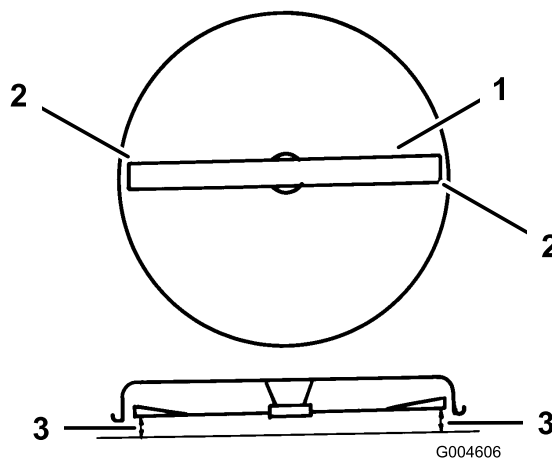

Figura 41
9. Gire cuidadosamente la cuchilla colocándola perpendicularmente al sentido de avance de la máquina (Figura 41).
10. Mida entre los bordes de corte exteriores y la superficie plana (Figura 41). Si hay una diferencia de más de 5 mm entre ambas dimensiones, ajústelas; consulte los pasos 11 a 14.